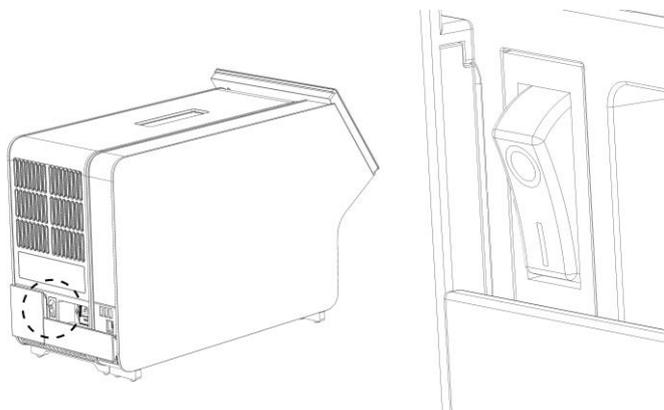

Figura 11. Localização do interruptor de alimentação e colocação na posição "I".
9. Ligue a alimentação do instrumento premindo o interruptor de alimentação na parte traseira do módulo analítico para a posição "I" (Figura 11, página seguinte). Confirme se os indicadores de estado do módulo analítico e do módulo operacional apresentam uma cor azul.